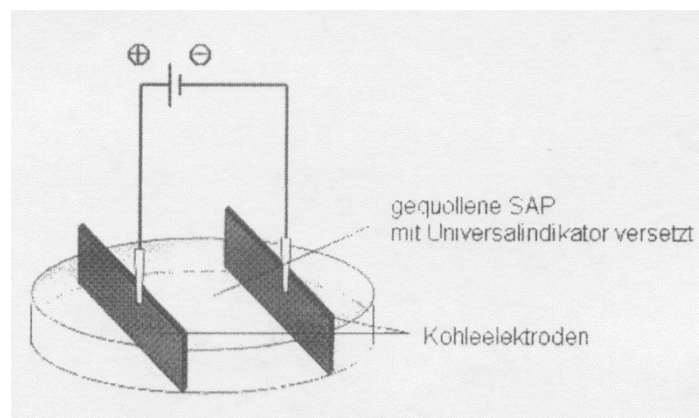

Abbildung 2:
- 4 Mit Wasser gequollene SAP können auch als Elektrolyte verwendet werden. Elektrolysiert man entsprechend Abb. 2, lassen sich folgende Beobachtungen machen: